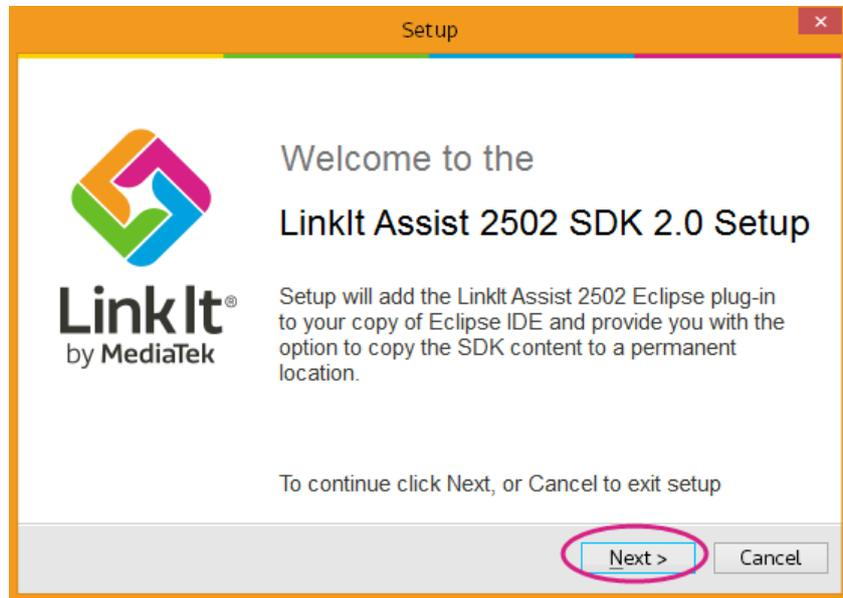

图 7 SDK 启动向导里的 Welcome 页面
5) 在 Welcome 页面, 如图 7, 电击 **Next**.